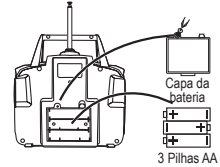

Figura 2
- 2 Instalação das pilhas: Abra o compartimento de pilhas desparafusando-o. Insira 3 pilhas AA e certifique-se de que estão na polaridade correta. (Figura 2)